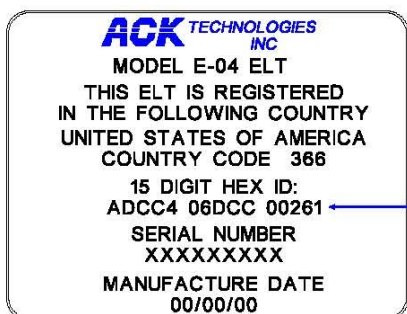

FIGURE 15
4. WHEN FILLING OUT THE REGISTRATION THE HEX CODE IDENTIFIER MY BE FOUND ON THE FRONT RIGHT SIDE OF THE ELT FIG 15.